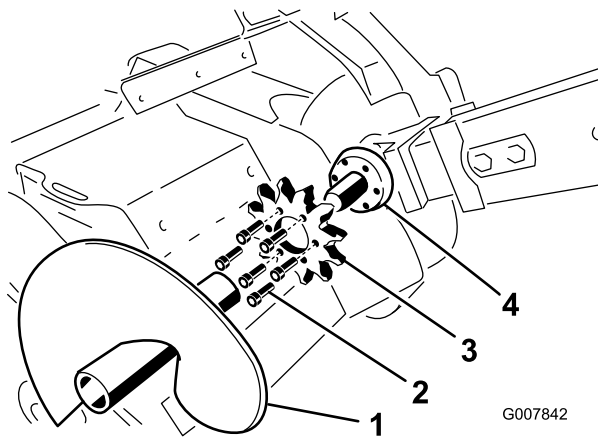

Figura 62
3. Retire el sinfín (Figura 62).
8. Retire los seis pernos que sujetan el piñón de arrastre (Figura 62).
9. Retire y deseche el piñón de arrastre (Figura 62).
10. Limpie la superficie de montaje del piñón en la zanjadora (Figura 62).
11. Deslice el nuevo piñón sobre el eje (Figura 62).
12. Enrosque los seis pernos que sujetan el piñón de arrastre con la presión de los dedos solamente (Figura 62).